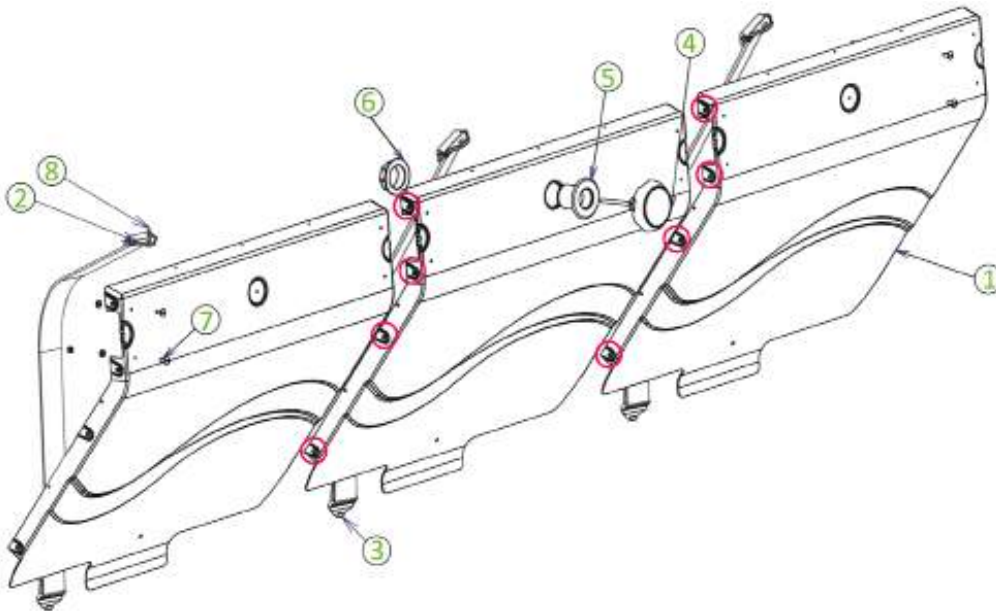

Figure 42 – Установка перегородки и прожектора
Порядок установки перегородки и прожектора показан на *Рисунок 42*. Необходимые для установки резьбовые детали вы найдете в пакете Y.
Выполните сборку трех модулей (1) перегородки с помощью восьми винтов A4 8 × 20 из нержавеющей стали с восьмигранной головкой и восьми шайб диаметром 8 мм; по одной шайбе диаметром 8 мм с каждой стороны стенки, в общей сложности шестнадцать шайб. Расположение винтов на стенках обозначено 8 красными кружками на *Рисунок 42*.